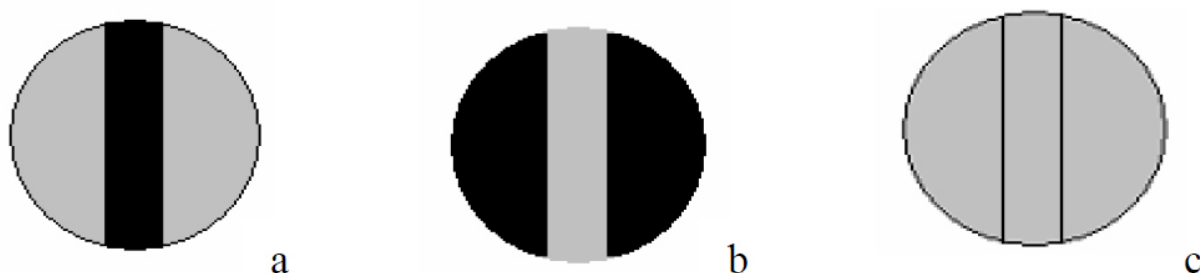

Fig.2
Normalmente el polarizador y el analizador están situados de forma que sus planos de polarización son paralelos o perpendiculares. En ausencia de muestras en el tubo polarimétrico, el campo óptico triple debe resultar uniformemente luminoso en el caso de colocación en paralelo (fig. 2c), o uniformemente oscuro en el caso de colocación perpendicular. Para regular el sistema será suficiente girar el mando de regulación de la escala (8), controlando la escala (7) y el analizador de polarización (5), hasta que los tres campos ópticos alcancen la misma intensidad luminosa como se muestra en la fig. 2 c.
*Fig. 2 a,b) Campo óptico después de haber introducido el líquido a analizar y antes de regular el analizador de polarización. c) Campo óptico sin muestra después de girar el analizador. En este caso la intensidad luminosa es uniforme.*
El nonio está subdividido en 20 partes, equal to 19 subdivisiones de la escala, y el nonio puede ser utilizado para leer directamente el ángulo con una aproximación de  $0,05^\circ$  (see Fig.2). La escala y el analizador de polarización son fijos.